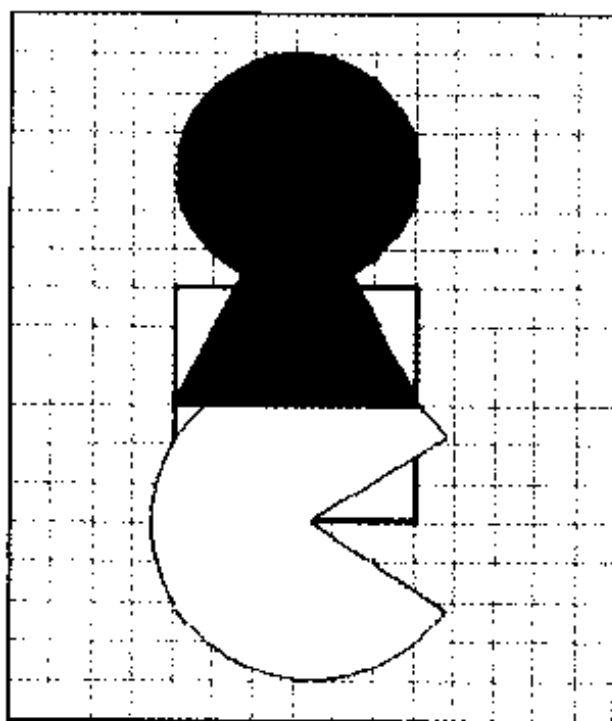

图 3-47 对齐后的效果
(3) 在对话框左边的 Horizontal Alignment 选区中, 包含 5 个单选钮, 供用户设置被选中的对象在水平方向上的排列与对齐操作, 如果不需要进行水平方向上的排列、对齐, 则单击 No Change 单选钮。本例中单击 Centre 单选钮, 令被选中的对象在水平方向的中心点在垂直方向上中间对齐, 功能与 Edit > Align > Centre Horizontal 命令相同。
(4) 在对话框右边的 Vertical Alignment 选区中, 也包含 5 个单选钮, 供用户设置被选中的对象在垂直方向上的排列与对齐操作。单击 Distribute equally 单选钮, 令被选中的对象在垂直方向上均匀分布, 其功能与 Edit > Align > Distribute Vertically 命令相同。
(5) 设计好对话框中的各个选项后, 单击 OK 命令按钮, 返回工作窗口, 得到如图 3-47 所示的效果。